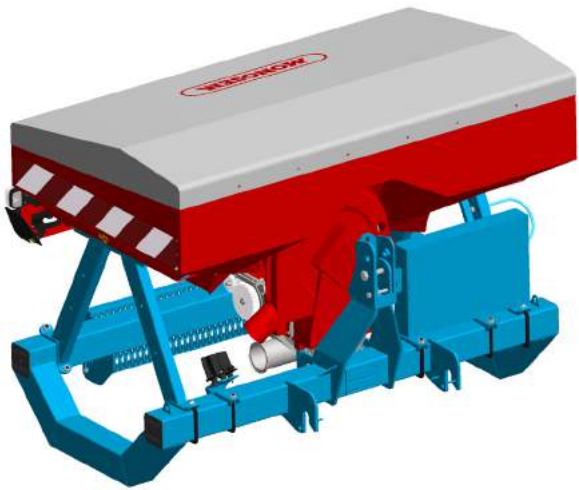

Fig.1
- Atteler la trémie frontale à l'avant du tracteur (fig. 1).